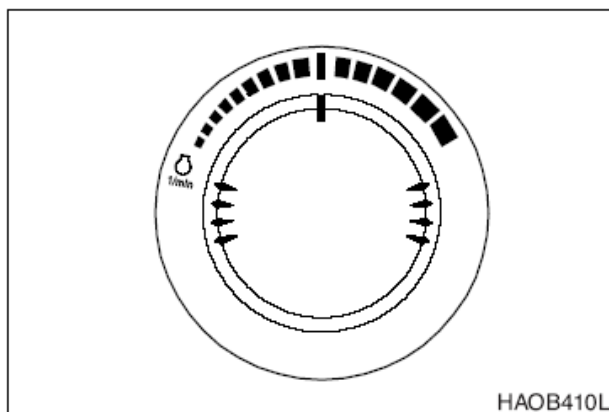

Рис. 18
2. Дать двигателю поработать приблизительно 5 минут без нагрузки на скорости в середине диапазона скоростей (рис. 18).